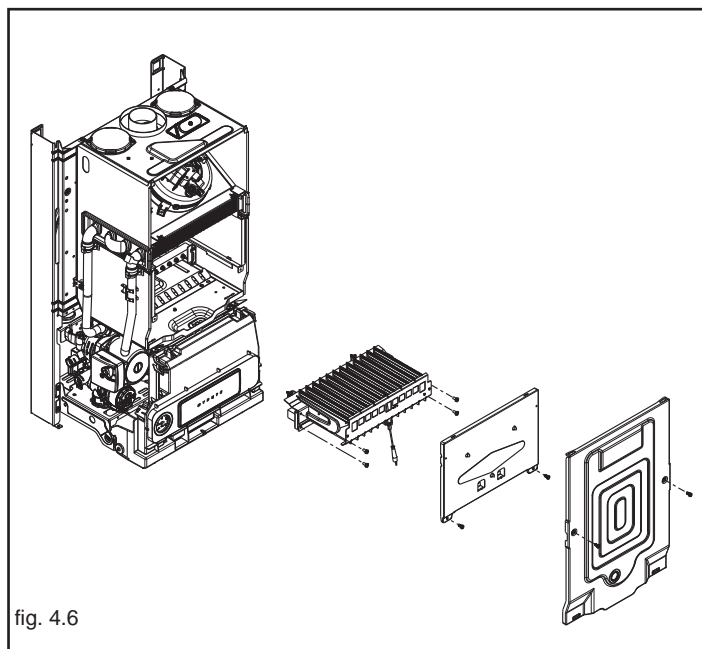

fig. 4.6
- rimuovere in successione: mantello, coperchio cassa aria e coperchio camera di combustione (fig. 4.6)
- togliere le viti di fissaggio del bruciatore e rimuovere quest'ultimo con la candela attaccata ed i relativi cavi (fig. 4.6)